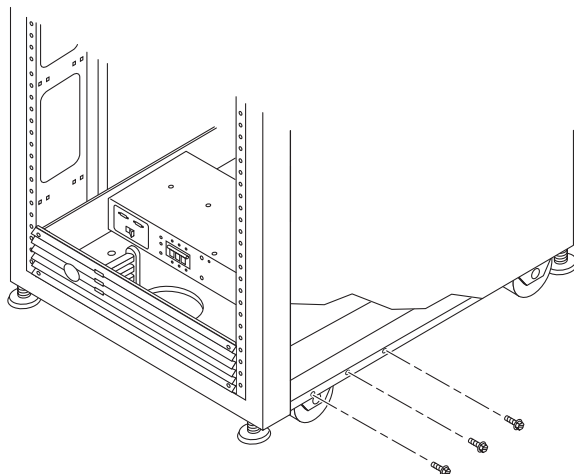

FIGURE 2-6 Retrait des vis de montage
- 1. Retirez les vis de montage des sections inférieures droite et gauche du coffret (FIGURE 2-6).**